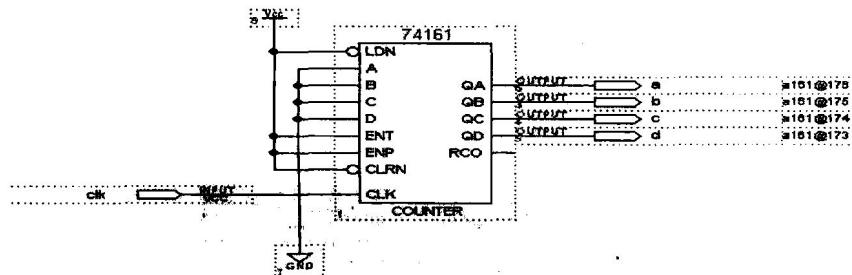

图 1-10 计数器编辑结果图
(5) 原理图编辑结果：用同样的方法，画出 Vcc、Gnd、Output 等管脚，完成后如图 1-10 所示。